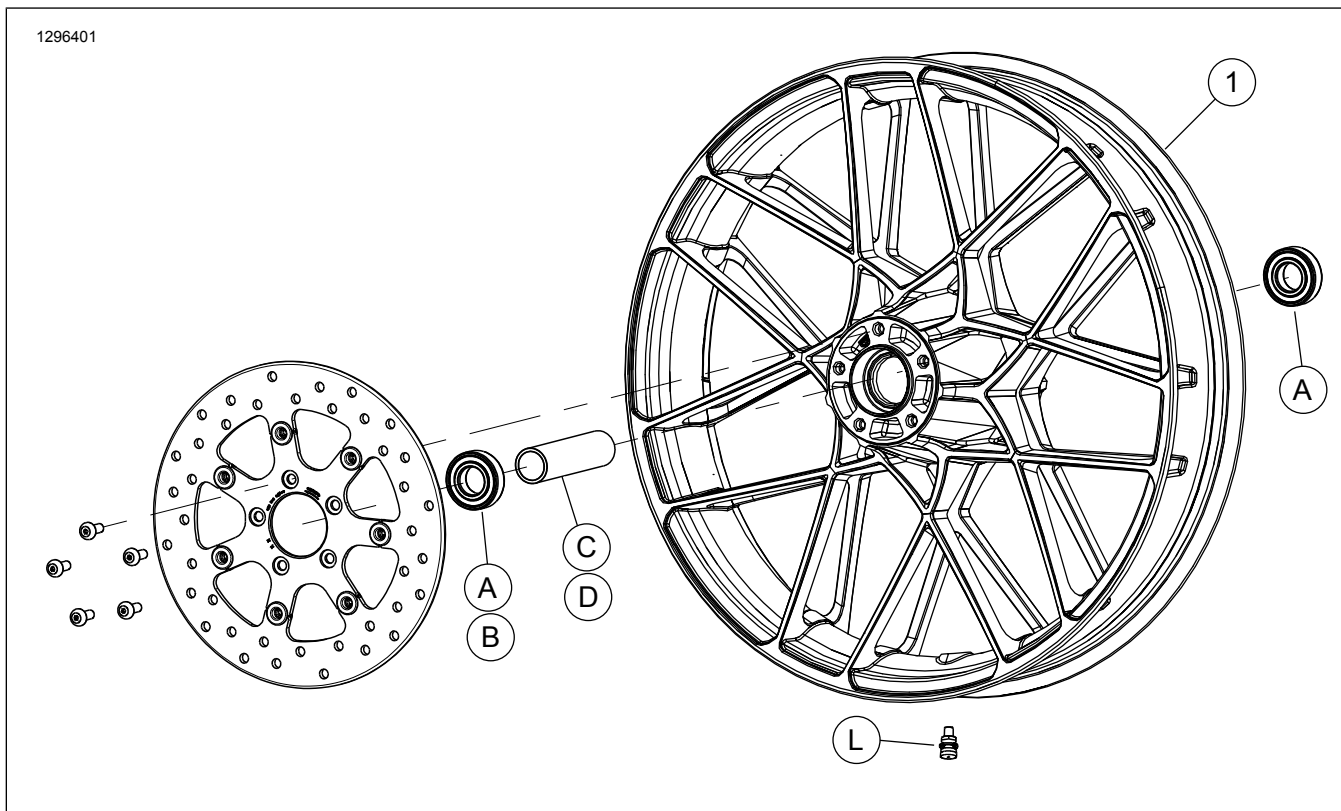

Figura 2. Componente de service: Roata din față
Acest kit include numai o roată particularizată. Consultați Figura 2 și Tabelul 2.
2. Consultați Figura 2 . Montați pe roată ansamblul suportului valvei (L). Consultați manualul de service.